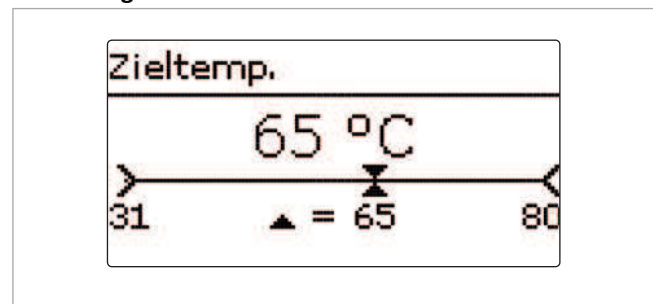

Abb. 5: Zahlenwert mit Schieberegler einstellen
- mit einem so genannten „Schieberegler“, wenn ein Zahlenwert geändert werden soll (z. B. → Abb. 5)